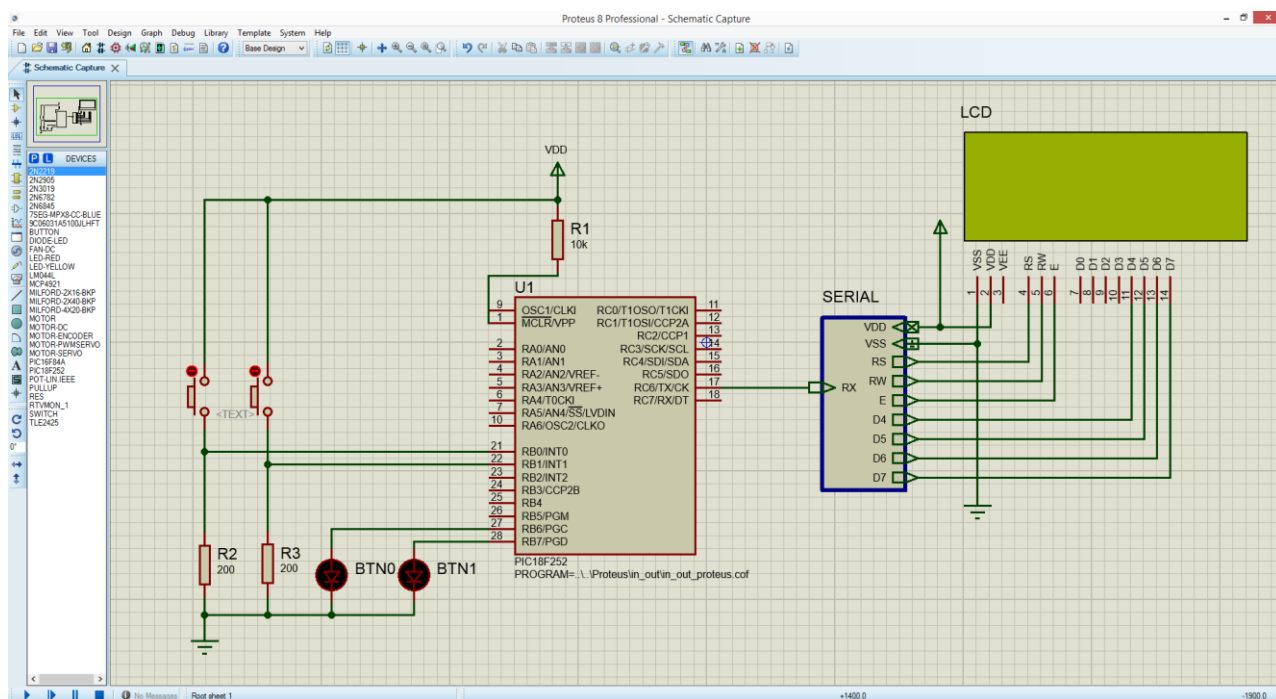

Рисунок 2.39 – Середовище моделювання «**Proteus**»
6. Змінити схему підключень відповідно до варіанту для виконання лабораторної роботи (рис. 2.39).